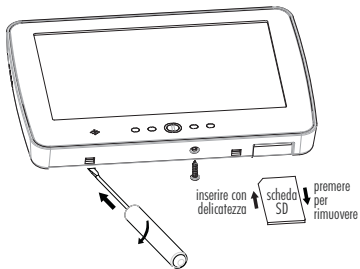

Figura 1 - Rimozione del fondo.
1. Rimuovere la scheda di memoria SD prima di aprire la tastiera (vedere la Figura 1).
ATTENZIONE: Fare attenzione al verso di inserimento della scheda di memoria SD nell'alloggiamento (vedere la Figura 1).